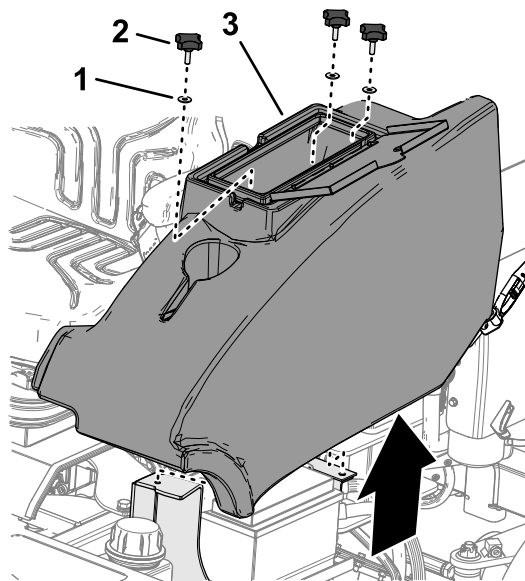

Figure 45
1. Sur le côté gauche de la plate-forme de l'utilisateur, ouvrez la porte du compartiment de rangement (Figure 45).
2. Retirez les 3 boutons et les 3 rondelles qui fixent le compartiment de rangement sur la machine et déposez le compartiment (Figure 45).